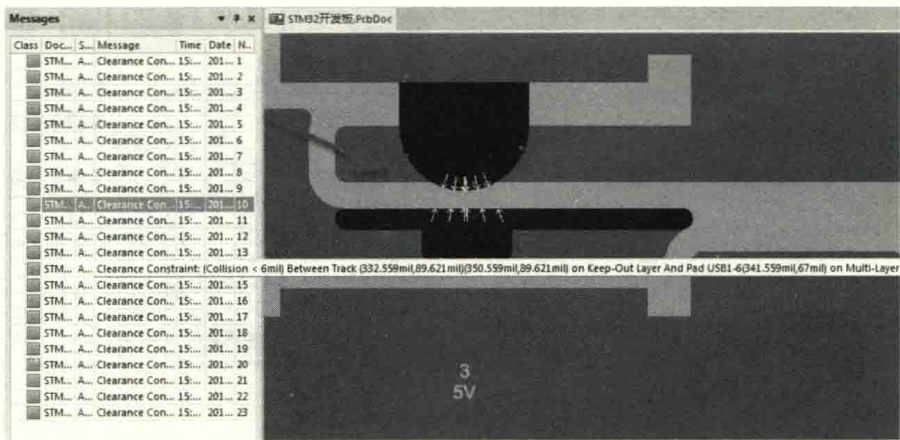

图 12-67 DRC 跳转
(2) 单击执行“Run Design Rule Check...”命令，进行 DRC。
(3) 检查出的问题可以通过执行命令“System-Messages”进行查看，双击 Messages 里面的选项，可以自动跳转到存在问题处，对其进行修正，如图 12-67 所示。